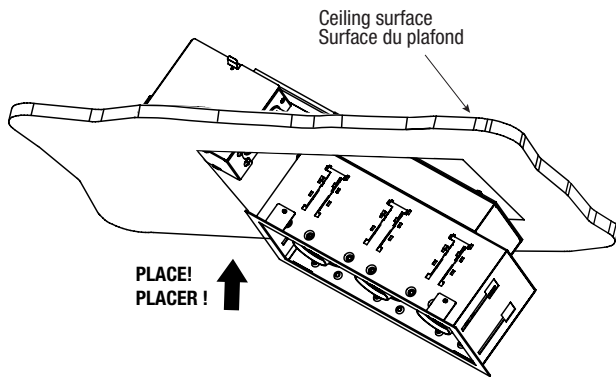

Fig. 5a
5. Pass luminaire through the ceiling hole (Fig. 5a).
5. Passer le luminaire par le trou au plafond (Fig. 5a).